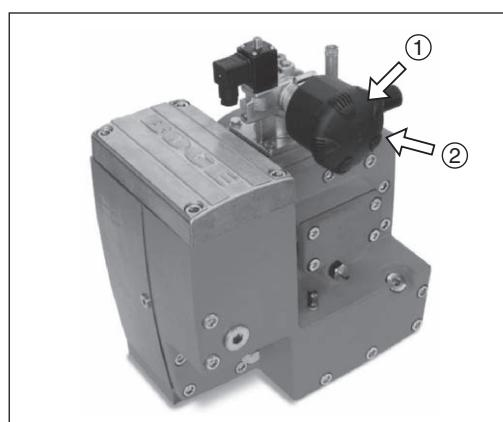

Fig 4.2: Cambio del filtro d'aspirazione
- Togliere il coperchio ① della scatola del filtro (vedi Fig. 4.2).
- Estrarre l'inserto filtro ② (vedi Fig. 4.2).